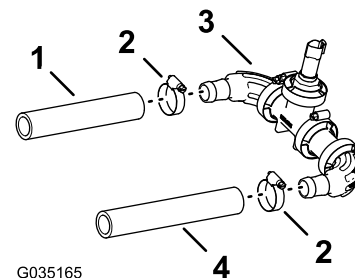

Figura 58
1. Monte o tubo (1 pol. x 7¼ pol.) na união de cotovelo estriada do transdutor de pressão e coletor, como se mostra na Figura 58.
2. Prenda o tubo e as uniões estriadas com uma braçadeira de tubos (Figura 58).
3. Monte o tubo (1 x 8-1/2 pol.) na outra união de cotovelo estriada do transdutor de pressão e coletor, como se mostra na Figura 58.
4. Prenda o tubo e a união estriada com uma braçadeira de tubos (Figura 58).